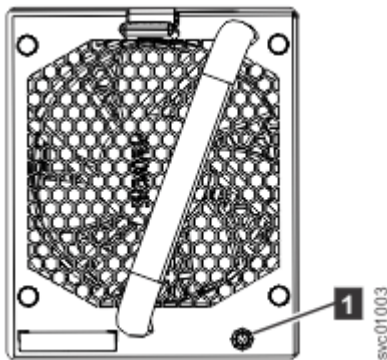

Abbildung 120. Lüftermodul-LED
1. Identifizieren Sie das Lüftermodul, das ausgetauscht werden soll. Leuchtet die bernsteinfarbene LED an der Vorderseite des Lüftermoduls (**1** in Abbildung 120 auf Seite 109) auf, weist sie auf einen Fehler hin.